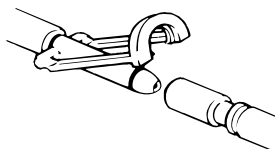

図15-21: Clik-Tite が開いている
- a. Colder 型 コネクターホースをご使用の場合は、アダプターホース補助具を取り付けてください(8001-999-016)。Clik-Titeコネクターが開いていることを確認してください(15-35ページの図15-21)。
- b. Clik-Titeホースをお使いの場合は、コネクター端および締め具が開いていることを確認してください(15-35ページの図15-21)。